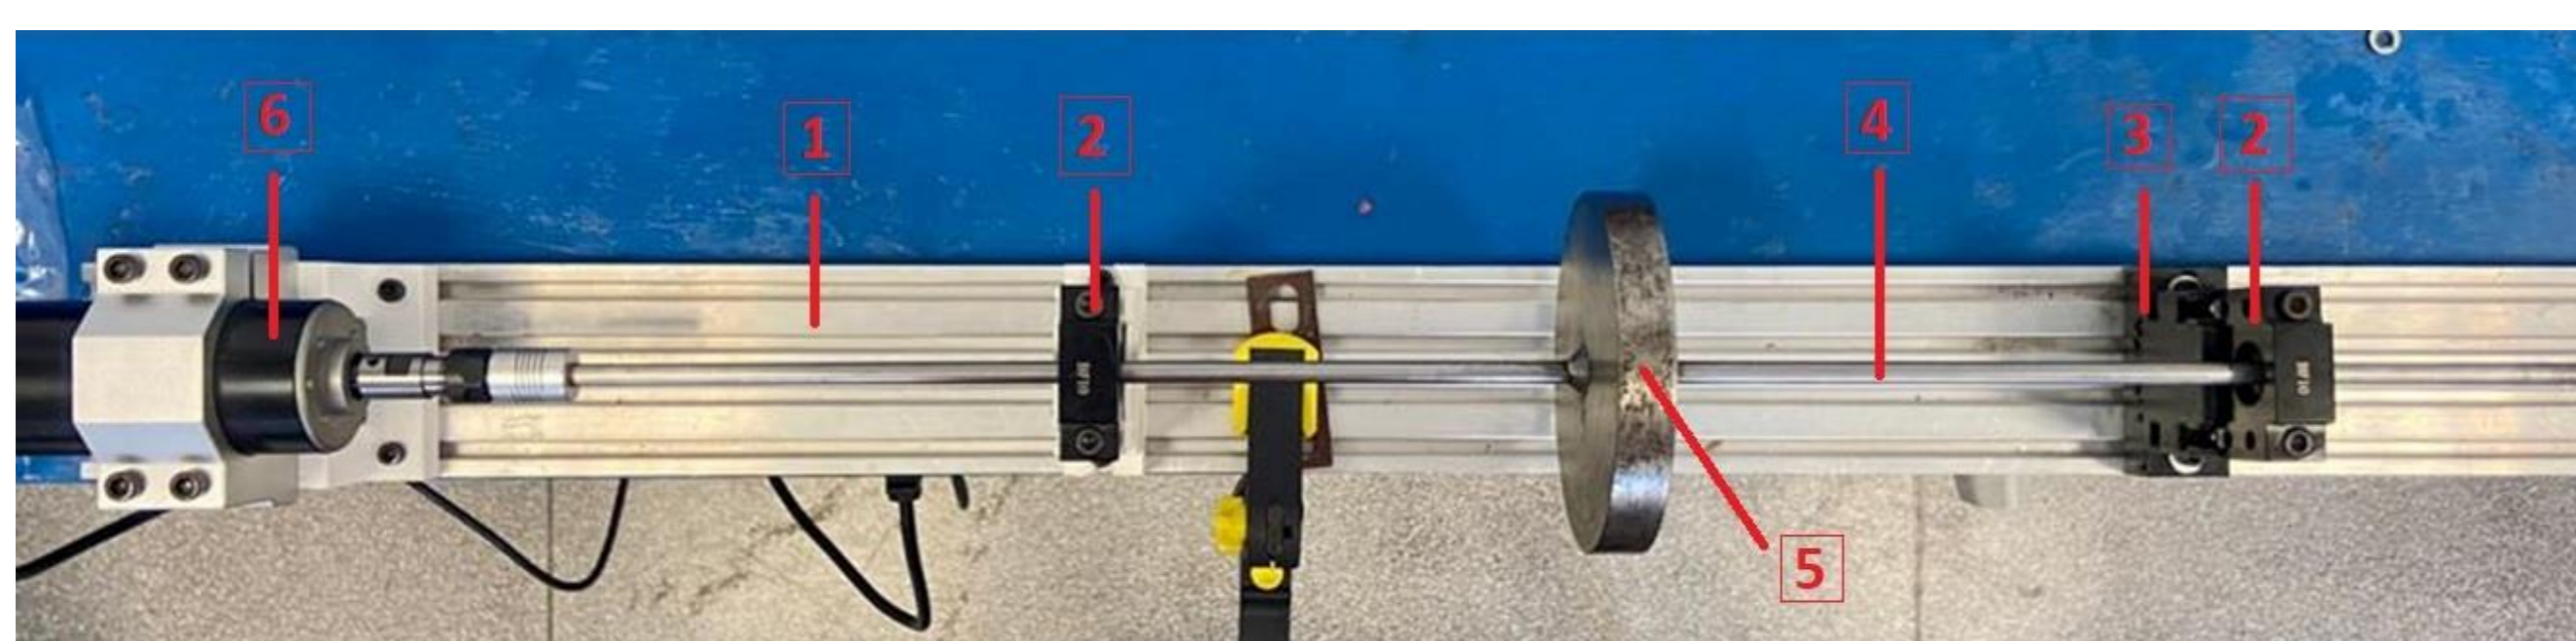

Figura 1: Bancada de rotodinâmica experimental
A bancada experimental (figura 1) é composta por uma base (1) que contém dois mancais de rolamento (2) ligados a um suporte (3), um eixo de aço (4) com disco de inércia (5) acoplado e um motor de acionamento (6). Para o processo de obtenção dos sinais de vibração serão utilizados acelerômetros e uma placa de aquisição de sinais além do software de análise LABView.